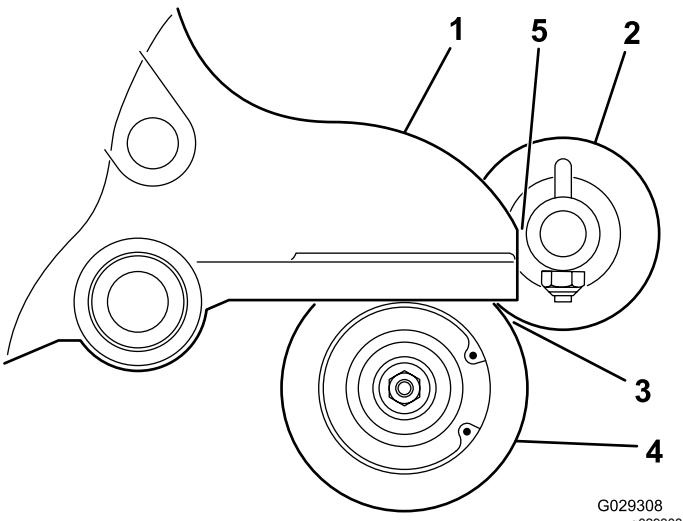

Figura 14
16. Posizionate la spazzola per rullo in modo che tocchi appena il rullo posteriore (Figura 14).